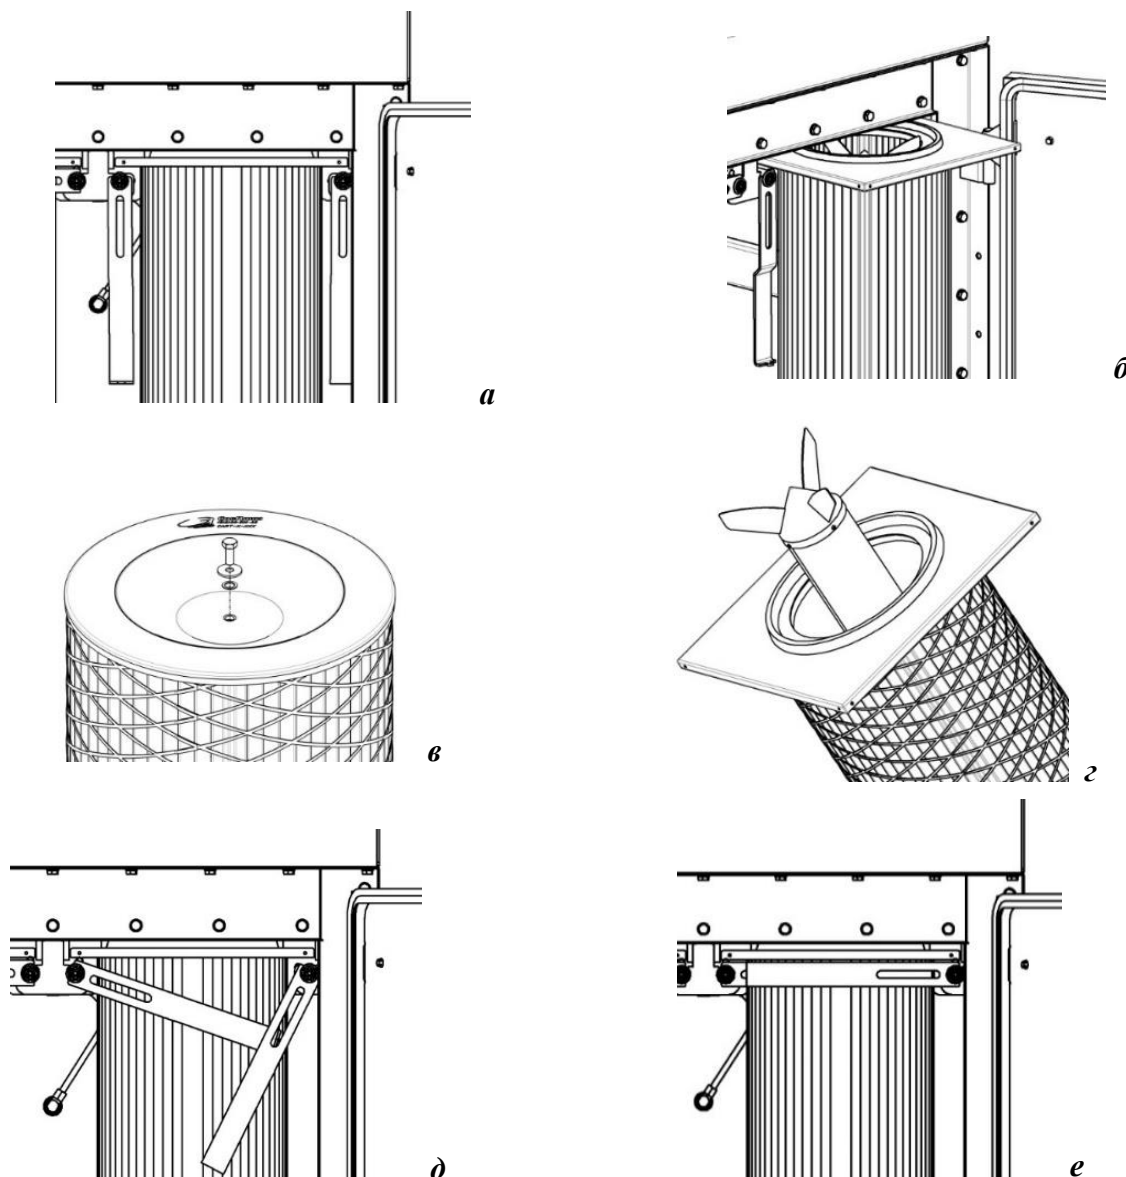

Рисунок 14
- 1) открыть дверь фильтра, предварительно открутив ручки, повернуть рычаги в положение «открыто», как показано на рисунке 14а, вытащить картриджи (рисунок 14б);
- 2) открутить на нижней крышке картриджа болт М 8х20 и снять вместе с шайбами, извлечь обтекатель (рисунок 14, в, г), повторить процедуру для оставшихся картриджей;
- 4) взять новый картридж, собрать с обтекателем, закрепить его болтом М 8х20 с шайбами, повторить действия для оставшихся картриджей, установить картриджи в фильтр, повернуть рычаги в положение «закрыто» (рисунок 14е), закрыть дверь фильтра, закрутить ручки.